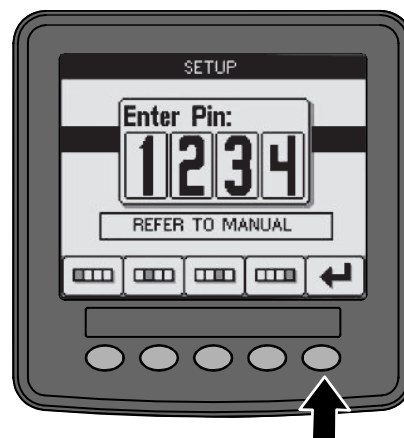

Bild 17
3. Wenn Sie die Eingabe des PIN-Codes abgeschlossen haben, betätigen Sie das Eingabesymbol (Bild 17).